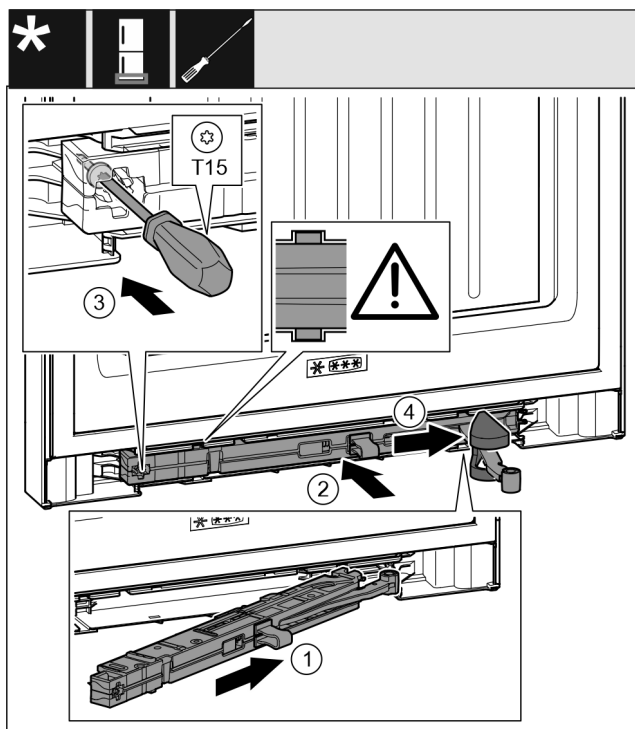

Fig. 66
- ▶ 将托架侧面的关门阻尼单元 Fig. 66 (1) 倾斜插入凹槽直至止挡装置。
- ▶ 将关门阻尼单元 Fig. 66 (2) 完全地推入凹槽。
- ▶ 用螺丝刀拧紧螺钉 Fig. 66 (3)。
- ▶ 将盖板 Fig. 66 (4) 推到铰链上方。